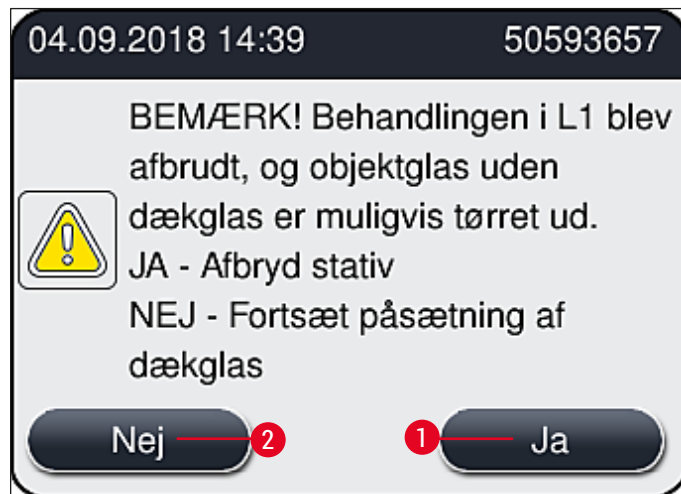

Fig. 112
9. Instrumentsoftwaren scanner påfyldningsniveauet. Brugeren får vist en meddelelse, når kontrollen er færdig (→ Fig. 112).